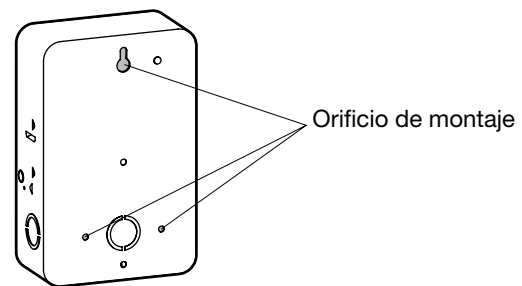

FIG. 3 Orificios de montaje de la caja
1. Instale la caja en donde desee usando los tres orificios de montaje proporcionados. Si es posible, elija una posición al nivel de la vista, dejando espacio suficiente hacia la izquierda de la caja para que la tapa se pueda abrir. Consulte FIG. 3.